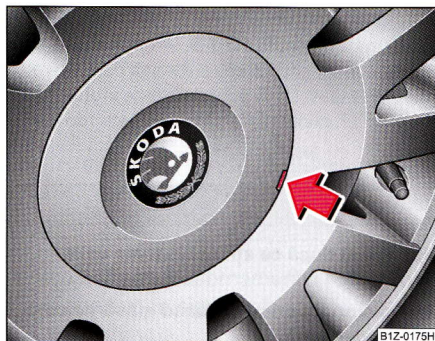

Fig. 208 Scoaterea ornamentului de roată la jantele din metal ușor
- Demontați cu atenție ornamentul, cu ajutorul cârligului ⇒ fig. 208. ■